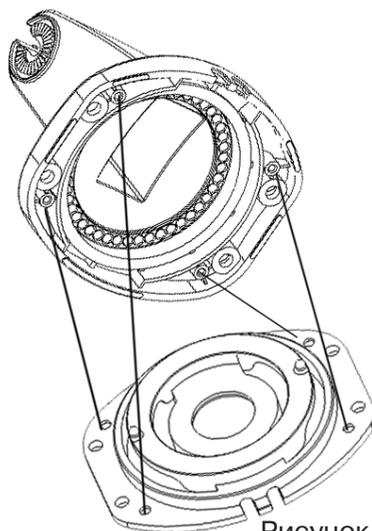

Рисунок 13
- Прикрепите нижнюю пластину к верхней пластине, которая уже находится на держателе. Используйте прилагающиеся болты и четыре специальных отверстия (Рисунок 13);